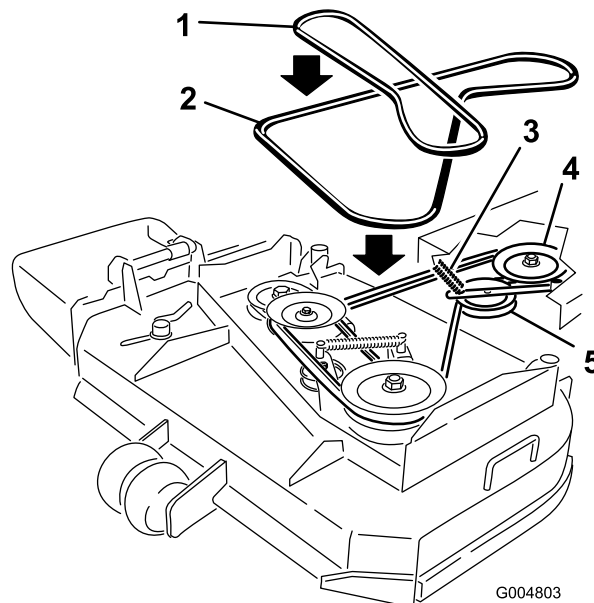

Figura 38
6. Rotolate la cinghia lontano dalla puleggia centrale sulla scocca del motore (Figura 38). Fate attenzione quando togliete la cinghia poiché la tensione aumenterà a causa della puleggia tendicinghia a molla.
7. Togliete la cinghia dalla puleggia del motore e dalla puleggia tendicinghia a molla (Figura 38).
8. Montate la cinghia sulla puleggia del motore e sulla puleggia tendicinghia a molla (Figura 38).
9. Rotolate la cinghia nella puleggia centrale sulla scocca del motore (Figura 38). Fate attenzione quando